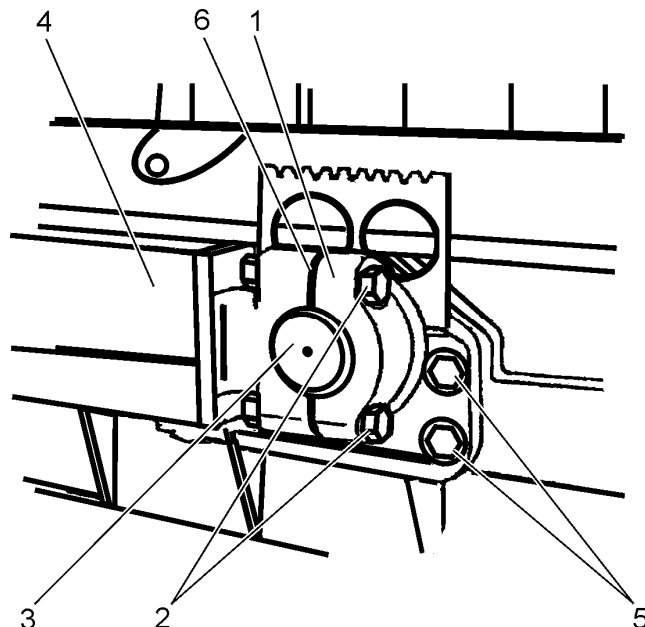

Рис. 5.37. Монтаж балок отвала
4. Выкрутить болты (2, Рис. 5.37.) и снять крышки цапф (1) и регулировочные прокладки (6) с правой и левой цапф (3) крепления балок отвала.